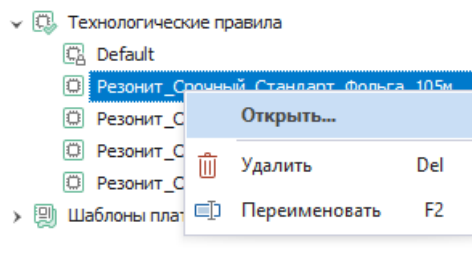

Рис. 122 Вызов настройки шаблона технологических правил
2. Вызовите контекстное меню и выберите пункт «Открыть...» или дважды кликните по шаблону, Рис. 122.